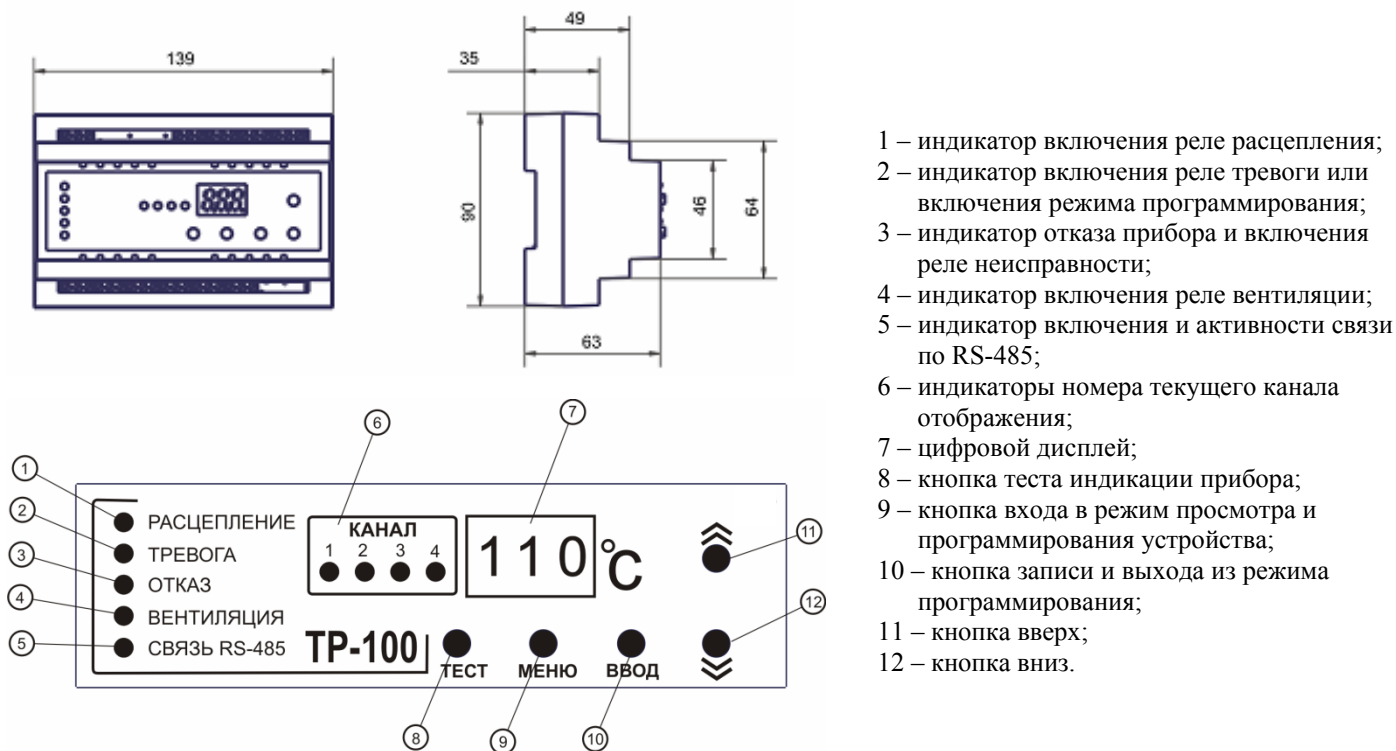

Рисунок 1 – Внешний вид и габаритные размеры
Для просмотра параметров необходимо однократно нажать кнопку , при этом включится светодиод “Отказ” (рис.1 п.3) и на дисплее отобразится первый параметр из таблицы 3. Листание параметров кнопками  , вход в параметр – кнопка , переход обратно в меню – кнопка . При отсутствии нажатий любой из кнопок в течение 20сек., OptiDin TP-100 перейдет в исходное состояние. В режиме просмотра параметров изменение параметров невозможно.
- если введенный пароль верный, включится светодиод “Тревога” (рис.1 п.2) и на дисплее отобразится первый параметр из таблицы 3.
- если параметр $P A S$ установлен в “000” проверка пароля не осуществляется. Включится светодиод “Тревога” (рис.1 п.2) и на дисплее отобразится первый параметр из таблицы 3.
- *Режим 1* – в этом режиме температура определяется по трем датчикам 1,2,3. Как только температура одного из датчиков превысит температуру установленного порога включения вентиляции $F \bar{Q} \bar{n}$, реле вентиляции включается с соответствующей индикацией (мигание светодиода 4 рис.1). Отключение реле вентиляции произойдет, если температура всех трех датчиков опустится ниже, чем $F \bar{Q} \bar{n} - d F \bar{F}$.
- *Режим 3* – если канал 4 включен ($c \bar{h} \bar{4} = 1$ см. Таблицу 3). В этом режиме температура определяется по четвертому датчику. Как только температура датчика превысит температуру установленного порога включения вентиляции $F \bar{Q} \bar{n}$, реле вентиляции включается с соответствующей индикацией (мигание светодиода 4 рис.1). Отключение реле вентиляции произойдет, если температура датчика опустится ниже, чем $F \bar{Q} \bar{n} - d F \bar{F}$.
Примечание: светодиод 4 (рис.1) горит, когда контроль вентиляции включен и мигает, когда температура одного из датчиков превысит температуру установленного порога $F \bar{Q} \bar{n}$ (таблица 3)
Реле *отказ* работает в нормально замкнутом состоянии. Включается, когда прибор включен в сеть и отключается при наличии неисправности датчиков или при отключении питающей электроэнергии, а индикация неисправности включается при неполадках OptiDin TP-100 или неисправности датчиков. В случае поломки одного из датчиков температуры, подключенных к OptiDin TP-100, индикаторы “расцепление”, “тревога”, “отказ” 1,2,3 (рис.1) начинают мигать, на дисплей выводится код неисправности ($F \bar{c} \bar{c} / F \bar{o} \bar{c}$), и дальнейшая работа OptiDin TP-100 зависит от установленного параметра $\bar{P} \bar{c} \bar{t}$ (см. таблицу 3).